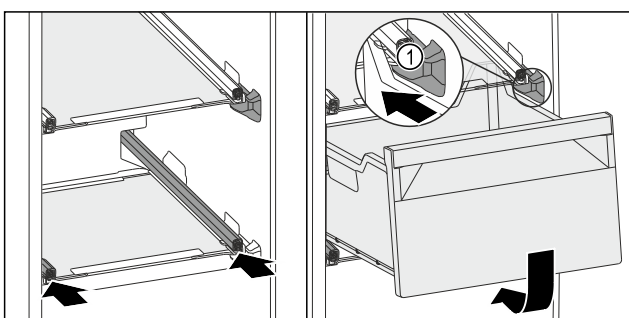

Fig. 140
- ▶ Обведите выдвижной ящик вокруг стопора Fig. 140 (1).